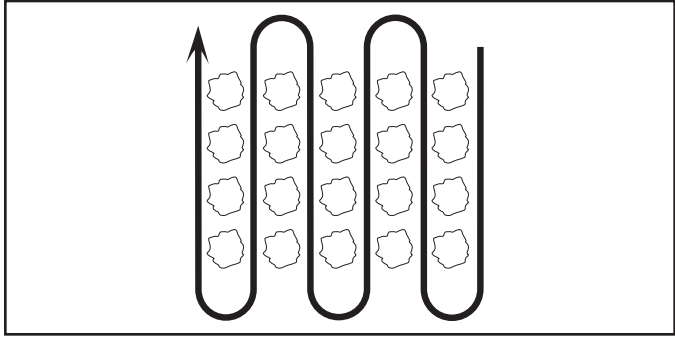

Fig. 15
Vous trouverez le labourage beaucoup plus facile si vous laissez un sillon non bêché entre les passes. En ce temps-la retourner entre le rang de labourage (Voir la Fig. 15). Il y a deux raisons pour faire ceci. Premièrement, des virages larges sont beaucoup plus faciles à prendre que faire des demi-tours. Deuxièmement, la motobineuse ne vous entrainera pas vers le rang bêché qui est le plus proche.
- Binez les lignes de long en large à une vitesse qui permette aux dents de déraciner les mauvaises herbes et de laisser le sol à l'état brut pour faire en sorte que les mauvaises herbes et le gazon n'y poussent plus (Voir la Fig. 15).